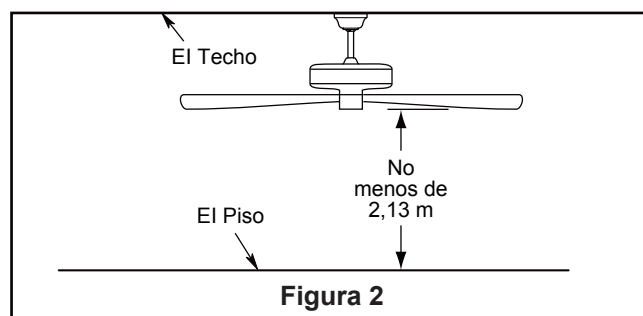

Figura 2
### Uso de perfil profundo (Figura 2)
2. Retire el clip de horquilla y pasador de horquilla de la parte inferior de la bola para colgar. Retener el pasador y clip para la reinstalación en el paso 4. (Figura 2)
Debe colgar el ventilador a una distancia mínima de 2,13 m desde las aspas hasta el piso. (Figura 2)
Para evitar una posible descarga eléctrica, asegúrese de cortar la alimentación eléctrica de la caja de fusibles principal antes de alambrado el ventilador. (Figura 2)
2. Coloque y ajuste firmemente la cubierta para el tornillo de la base sobre los tornillos de rebordo de la abrazadera para colgar mediante el mecanismo de seguro por giro del chavetero. (Figura 2)
2. Coloque la cubierta embellecida en la parte inferior de la placa de las palas. (Figura 2)
- 2. Restaure la fuente de alimentación de la toma de corriente enciendiéndola al volver a encender la electricidad del fusible principal. (Figura 2)